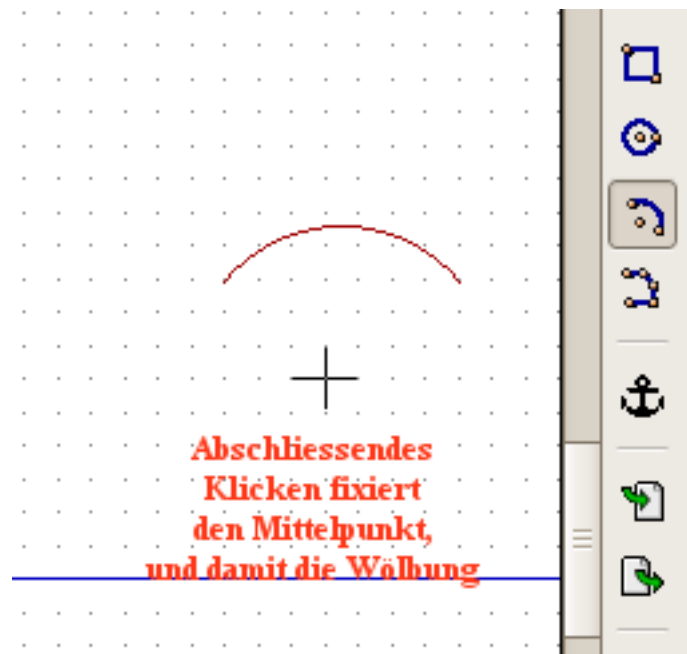

Bild 22: Kreisbögen und Tortenstücke.
**Der Kreisbogen ist hierbei als Kreissegment (Tortenstück) zu verstehen.** Unter „Breite“ kann eine Linienbreite für die Umrandung des Kreissegmentes eingestellt werden. Die Grundeinstellung ist 0.000. Eine Beispieleinstellung für 0.010 zeigt Bild 22.
Unter „Gefüllt“ kann durch Markieren gewählt werden, ob das Kreissegment nur durch die Umrandung dargestellt wird (ohne), ob es komplett gefüllt wird (gefüllt), oder ob es mit einem getönten Hintergrund gefüllt wird (voller Grund). Das Fenster „Grafik Symbole Eigenschaften“ findet sich in gleicher Form mit gleichen Funktionen sowohl für Rechtecke, als auch für Kreise und Kreisbögen. **Hier bei den Kreisbögen ist die Funktion der Füllung „ohne“ allerdings abweichend. Es wird in diesem Falle NUR DER KREISBOGEN, nicht aber die Radien zum Kreismittelpunkt dargestellt.** Siehe Bild 22.